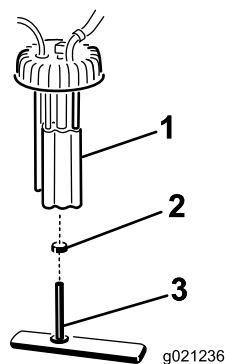

Figure 52
2. Débranchez les connecteurs des faisceaux de câblage de la pompe à carburant (Figure 52).
3. Desserrez le collier et débranchez la conduite d'alimentation de la pompe à carburant (Figure 52).
4. Retirez le bouchon de la pompe à carburant au sommet du réservoir de carburant (Figure 52).
5. Déposez la pompe à carburant et le filtre à carburant du réservoir (Figure 52).
6. Enlevez le collier qui fixe le flexible du filtre à carburant au raccord de la pompe à carburant. Débranchez le flexible du raccord (Figure 52).